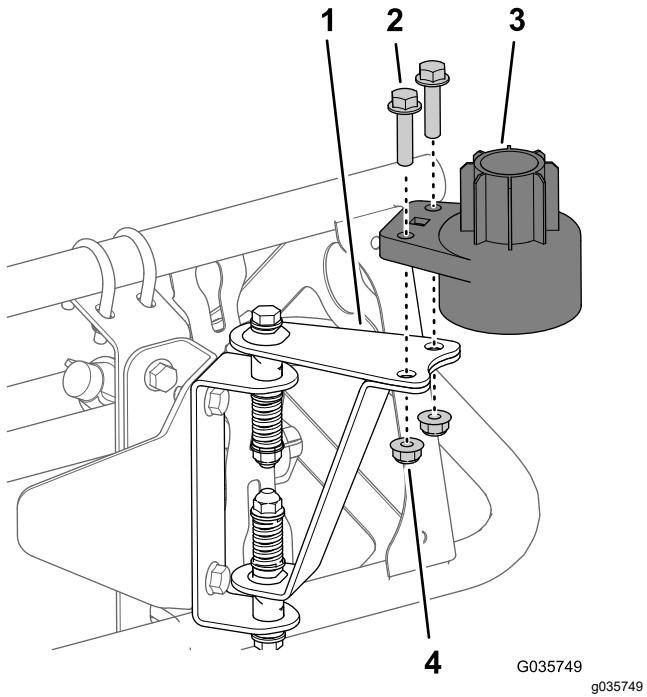

Figura 19
1. Montate l'alloggiamento del sensore inferiore sulla bulloneria di montaggio del sensore (Figura 19) con 2 bulloni (5/16" x 1 1/4") e 2 dadi di bloccaggio (5/16").